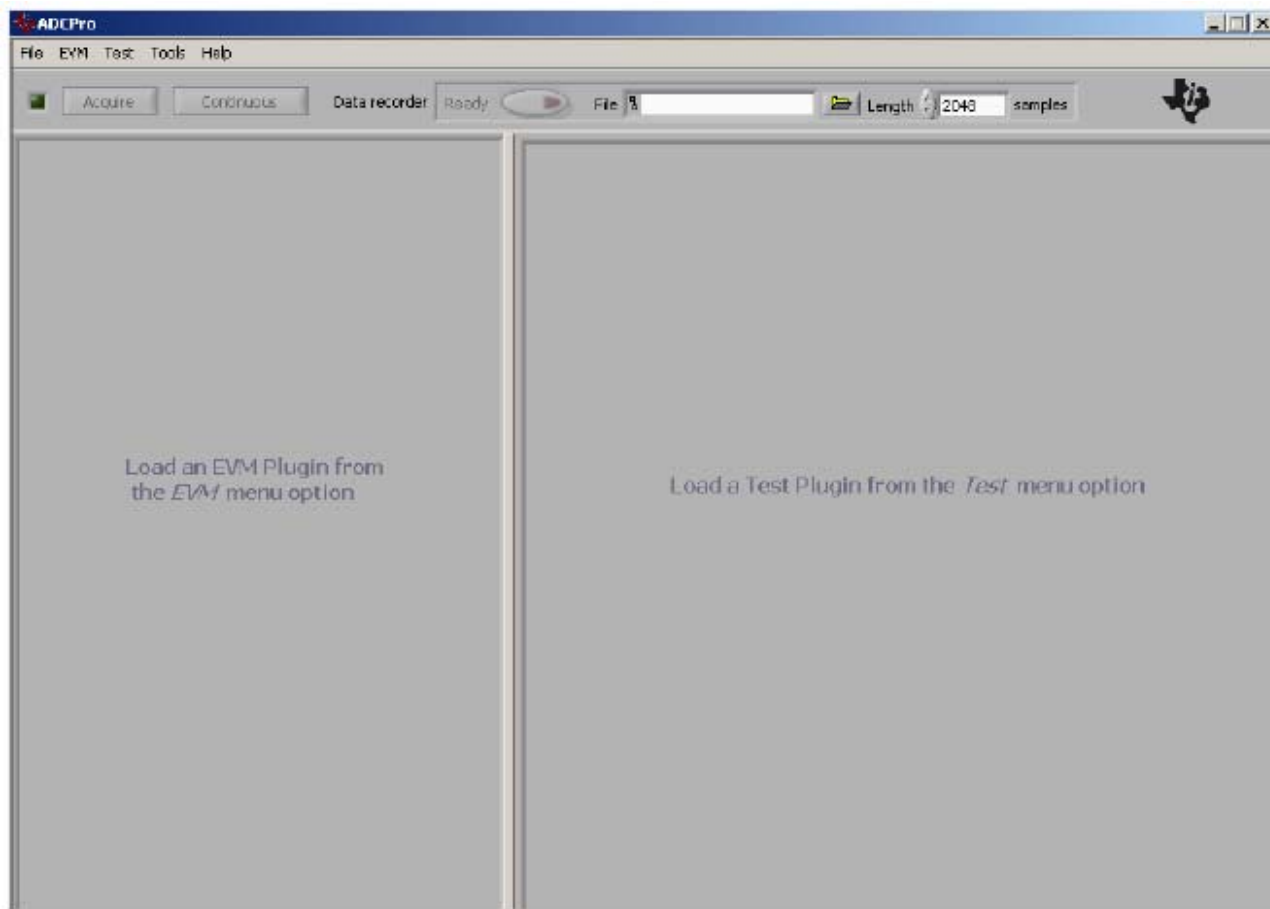

図 17 ADCProソフトウェアの起動時表示ウィンドウ
1. Windowsのスタートメニューから「ADCPro」を選択し、ソフトウェアを起動します。図17の画面が表示されます。